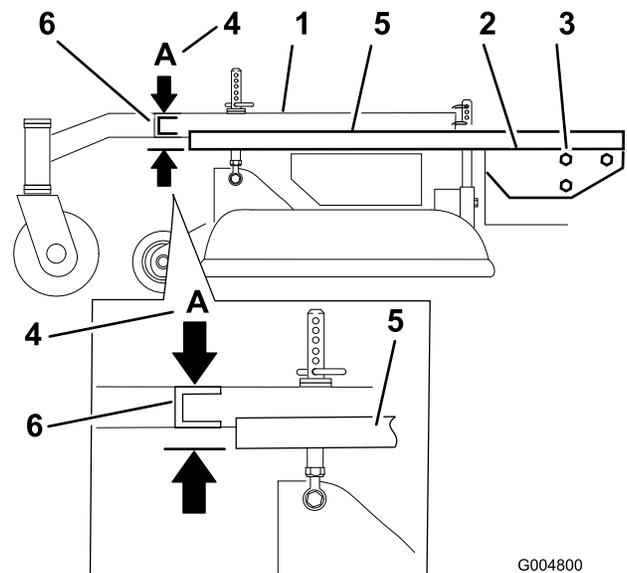

Bild 54
- Legen Sie eine lange Abziehlplatte auf die Oberseite des Motors, siehe Bild 54.
- Messen Sie am Querrohr des Trägerrahmens die Höhe an der Stelle A (Bild 54).
- Lockern Sie die Befestigungsschrauben am Trägerrahmen an beiden Seiten der Maschine (Bild 54).
- Fluchten Sie den Trägerrahmen und das Motorchassis an Stelle A auf 33 mm plus oder minus 6 mm aus (Bild 54).